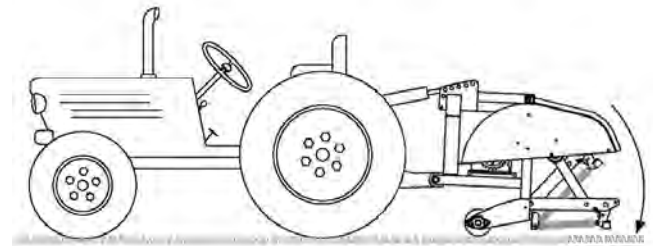

Figura 11
4. Abbassate l'arieggiatore a suolo ed estendete completamente il cilindro dell'attacco superiore a molla o l'attacco superiore (Figura 11).